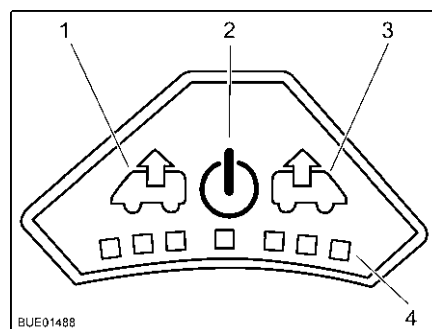

Fig. 110 Panneau de commande du ventilateur
- Appuyer sur la touche Marche/Arrêt (Fig. 110,2). Le ventilateur fonction en mode confort (aération à faible vitesse de rotation).
- Pour augmenter la vitesse de rotation du ventilateur, appuyer sur la touche Ventiler (Fig. 110,1). La vitesse de rotation du ventilateur augmente d'un niveau de puissance dans le sens de l'échappement. Les DEL (Fig. 110,4) montrent les niveaux de puissance.
- Pour réduire la vitesse de rotation du ventilateur, appuyer sur la touche Aérer (Fig. 110,3). La vitesse de rotation du ventilateur diminue d'un niveau de puissance.
- Pour augmenter la vitesse de rotation du ventilateur, appuyer sur la touche Aérer (Fig. 110,3). La vitesse de rotation du ventilateur augmente d'un niveau de puissance dans le sens de l'aération. Les DEL (Fig. 110,4) montrent les niveaux de puissance.
- Pour réduire la vitesse de rotation du ventilateur, appuyer sur la touche Ventiler (Fig. 110,1). La vitesse de rotation du ventilateur diminue d'un niveau de puissance.
- Appuyer sur la touche Marche/Arrêt (Fig. 110,2). Le ventilateur s'arrête, les DEL s'éteignent.